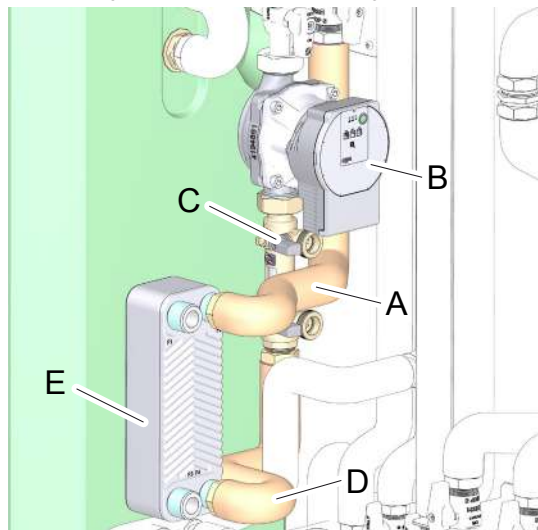
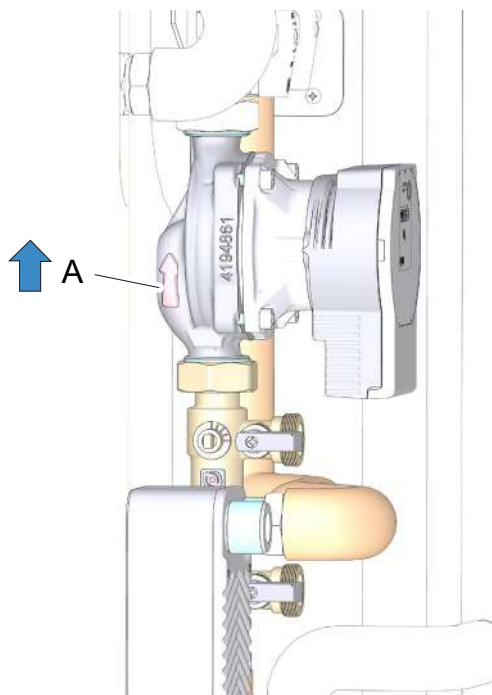
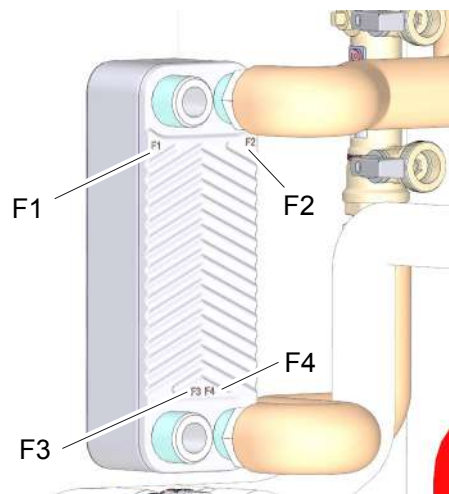

fig. 44 -
fig. 45 - dettaglio montaggio circolatore collettore solare
fig. 46 - dettaglio montaggio scambiatore a piastre
- tubazione cod. 3841T300 (part. A "fig. 44 -")
- circolatore collettore solare PARA ST 15/6-72 (part. B "fig. 44 -"). Vedi anche "fig. 45 - dettaglio montaggio circolatore collettore solare".
- limitatore di portata collettore solare (part. C "fig. 44 -")
- tubazione cod. 3841T320 (part. D "fig. 44 -")
- scambiatore a piastre (part. E "fig. 44 -"). Vedi anche "fig. 46 - dettaglio montaggio scambiatore a piastre".